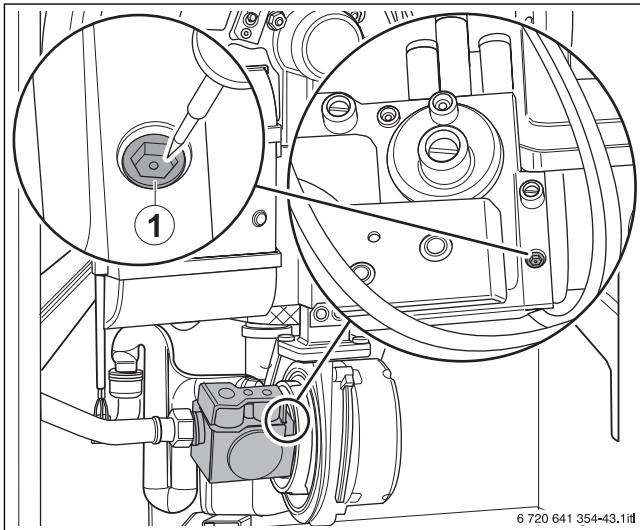

Bild 44 CO2-Einstellung bei Volllast vornehmen
- Bei CO2-Werten unter 8,5% oder über 9,6% die Einstellung an der Großlast-Einstellschraube korrigieren (→ Bild 44, [1], Tabelle 11).
- Bei CO2-Werten unter 9,8% oder über 10,8% die Einstellung an der Großlast-Einstellschraube korrigieren (→ Bild 44, [1], Tabelle 12).